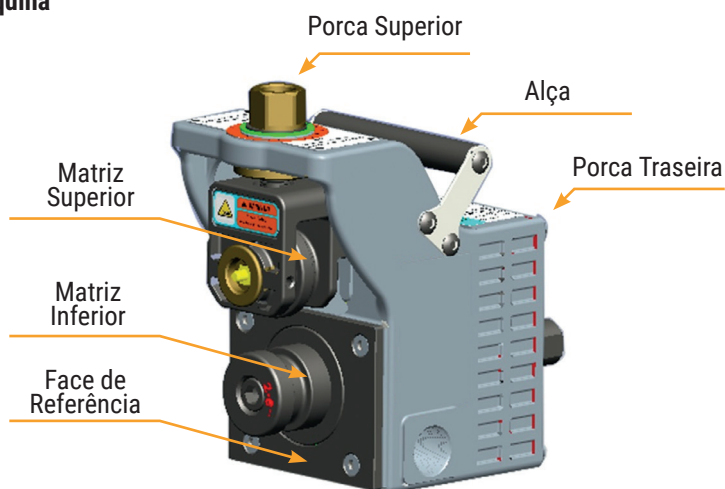

Figura 1
4. Insira a manivela na porca superior e gire no sentido anti-horário para que tenha folga entre a matriz superior e inferior. Em seguida, insira o tubo entre as matrizes e encoste a extremidade do tubo na face de referência (**figura 1**).